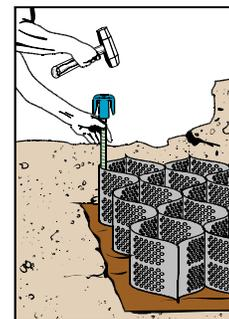

Figura 4 Anclaje con Estacas
| Figura 4 Anclaje con Estacas | 1 |
- **Alternativa 3:** Extender la sección de Geoweb® en el lugar que le corresponde y anclarla con estacas. Ver Figura 4